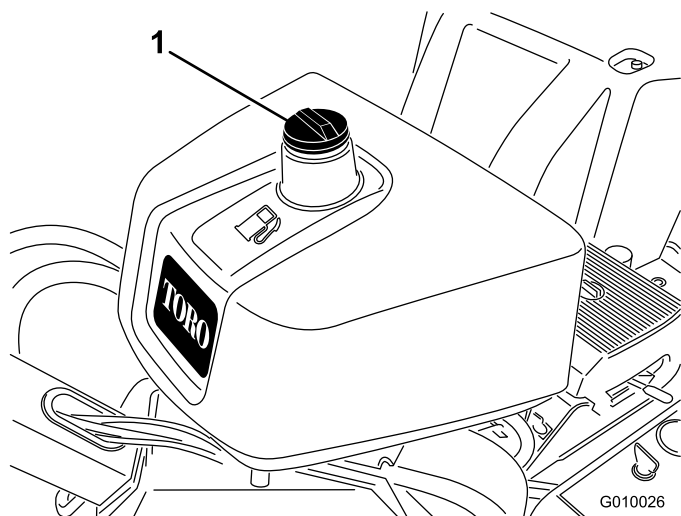

Figura 16
2. Limpie alrededor del tapón del depósito de combustible y retire el tapón (Figura 16).